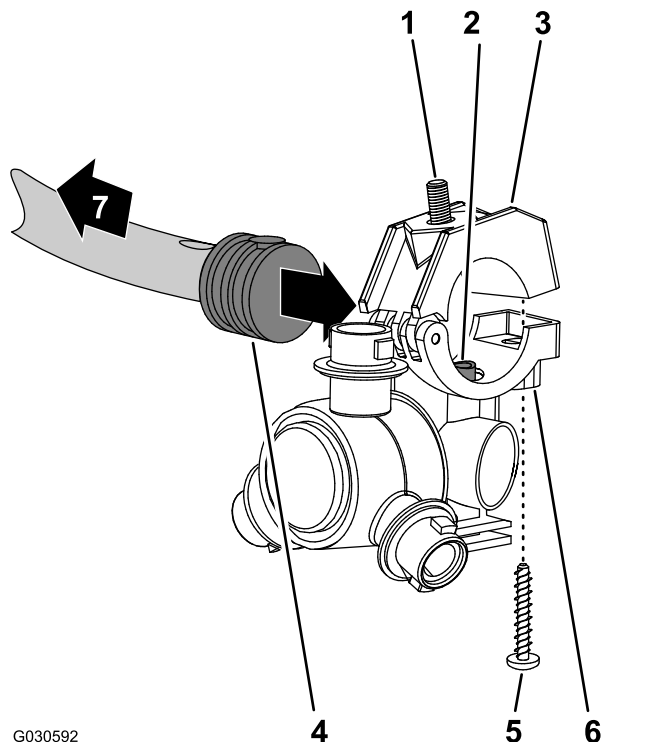

図 129
1. ノズルのサドルに付いているトランスファチューブ 図 129を、片側バーブ付きホースシャंक1/2 インチの側面の穴に合わせる。
2. バーブ付きホースシャंकにホースクランプの上半分をセットし、クランプとノズルボディ 図 129を、ステンレスねじ#12 x 1-1/4 インチで固定し、1418N·m0.250.3kg.m = 2025in-lbにトルク締めする。